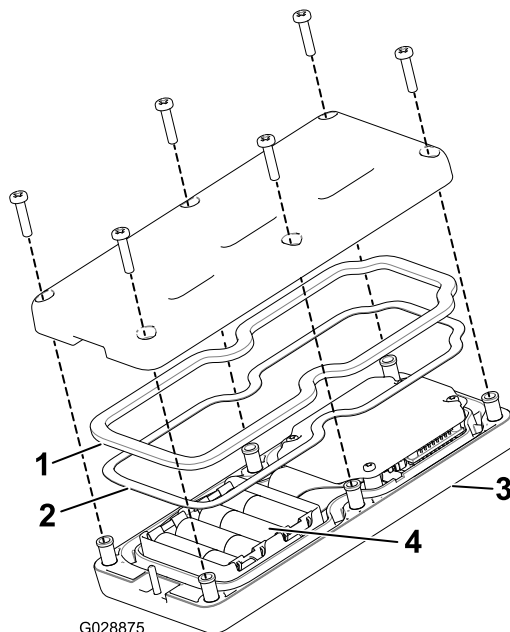

Figura 18
2. Inserite le batterie nel portabatteria rispettando la polarità. (Se le batterie sono inserite in modo scorretto, il dispositivo non riporta danni, ma non funziona.) Nel portabatteria sono marcati in rilievo i simboli della polarità di ogni terminazione (Figura 18).
3. Assicuratevi che la guarnizione in acciaio e la tenuta di gomma siano in sede nel canale del telecomando e riposizionate il coperchio posteriore (Figura 18).
4. Fissate il coperchio con 6 viti (Figura 18) e serratele a una coppia di 1,5-1,7 N·m.